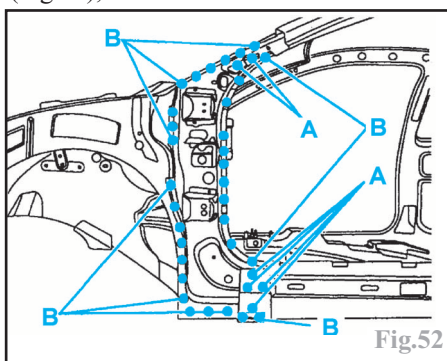

Fig.52
- par points bouchons au MIG (suivant A) (Fig.52),